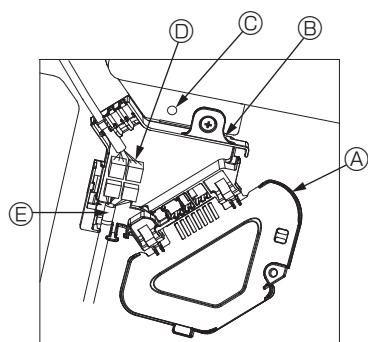

Fig. 5-9
- ① Rimuovere la vite di fissaggio del coperchio della scatola dei connettori, fare scorrere il coperchio nella direzione indicata dalla freccia come illustrato nello schema, quindi aprire il coperchio.
- ② Nella scatola dei connettori, individuare il cavo di giunzione del motore dei deflettori della griglia e il cavo del motore dei deflettori, quindi collegare i cavi. (Fig. 5-9) Sono presenti due connettori del motore dei deflettori: un connettore blu e un connettore arancione. Durante il collegamento, accertarsi che i colori dei connettori combacino.